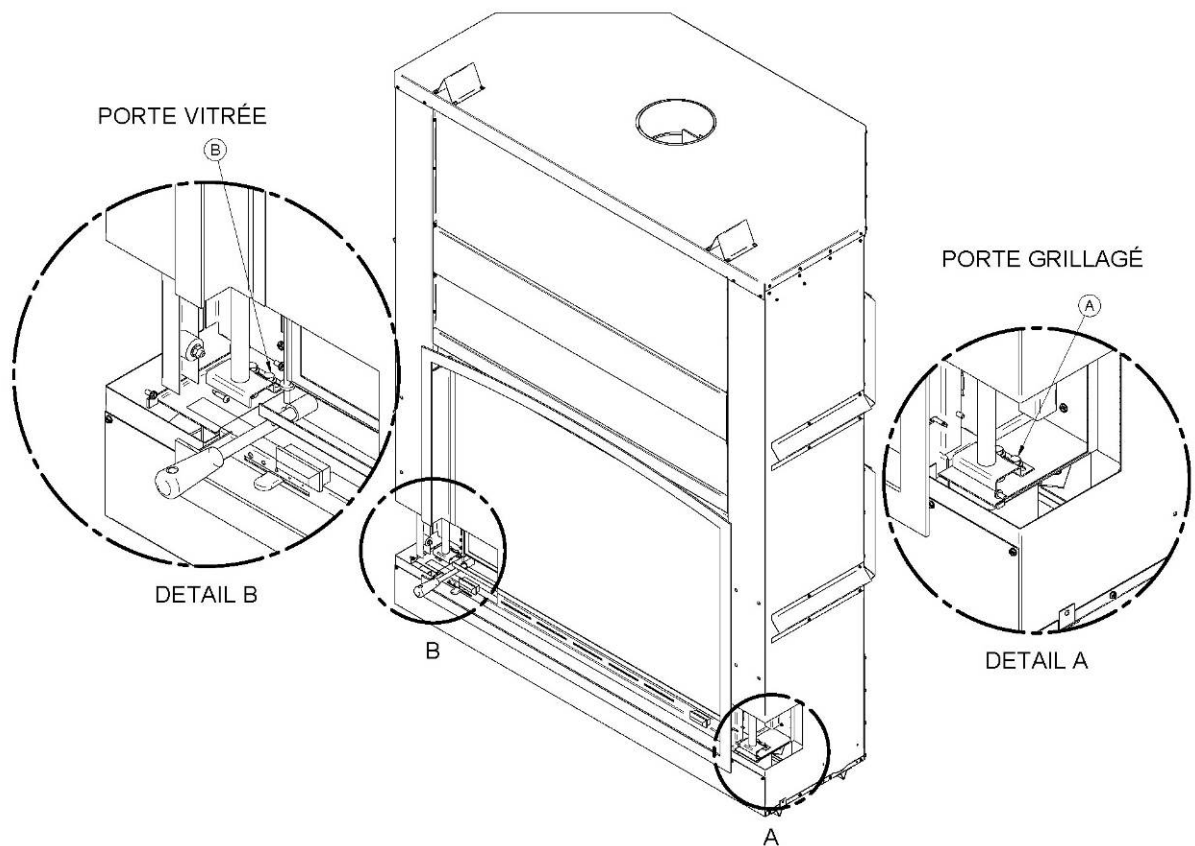

Figure 26
2. Dévissez complètement un des deux boulons (Détail A) qui sont situés en bas à droite de la porte grillagée (voir **Figure 26**).
3. Dévissez les deux boulons (Détail B) qui sont situés en bas à gauche de la porte (voir **Figure 26**).